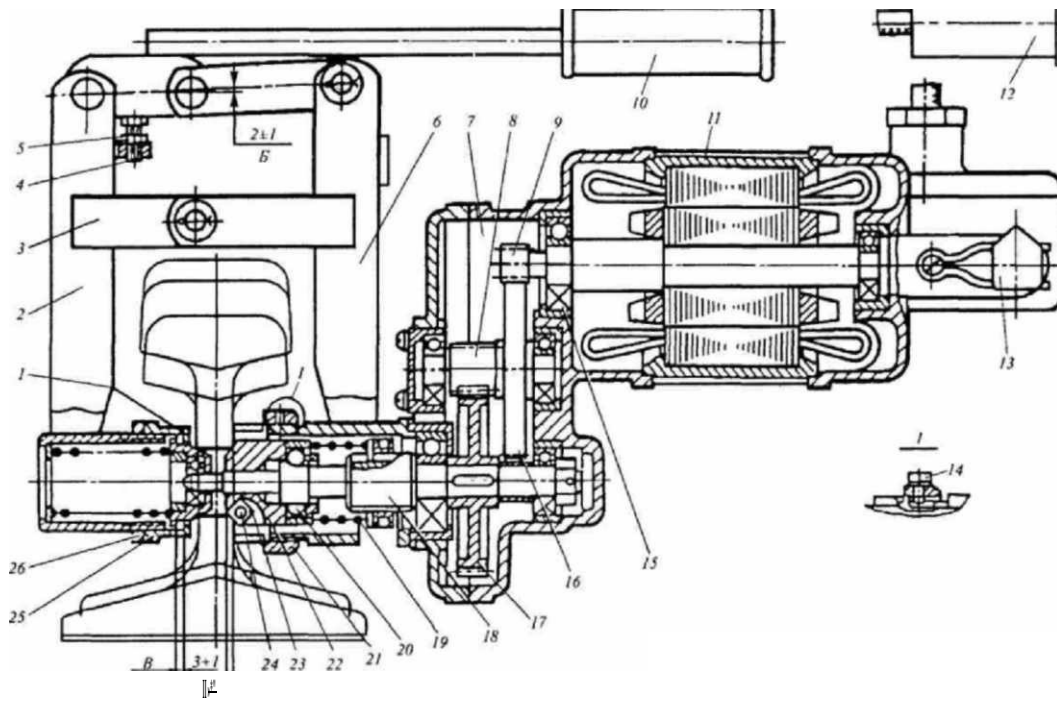

Рисунок 24 - Станок для снятия фасок ФС 2
Станок для снятия фасок ФС 2 рисунок 24, 25, предназначен для снятия фасок в болтовых отверстиях объемно-закаленных и незакаленных рельсов типов Р50. Р65,
Станок (смотрите, рисунок 24) состоит из зажимного устройства 3, мотор-редуктора 7, шпинделя 18 и зенковки 22. Зажимное устройство предназначено для закрепления изделия на рельсе и включает в себя кронштейн 2, прижим 6, рукоятку 10. Мотор-редуктор состоит из встроенного электродвигателя 11 с выключателем 13, двухступенчатого редуктора 7, шпинделя 18 и зенковки 22 с режущими пластинами 23. Двухступенчатый редуктор состоит из вала-шестерни 8, на который насажено зубчатое колесо 16, и зубчатого колеса 17, насаженного на шпиндель 18. — установочный винт, 15 — подшипник, 19 — пружина, 21 — упор и 24 — винт.
1. проверить размер Б смотрите рисунок 24; рычаг рукоятки 10 должен надежно удерживаться в нижнем положении;